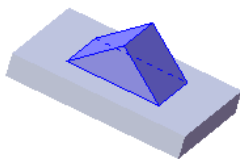
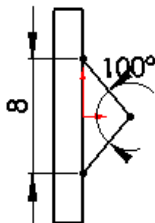

图 7.7.16 凸台-拉伸 2
图 7.7.17 横断面草图
Step3. 创建图 7.7.16 所示的零件特征——凸台-拉伸 2。选择下拉菜单 命令；选取右视基准面作为草图基准面，绘制图 7.7.17 所示的横断面草图；采用系统默认的深度方向，在对话框 **方向 1** 区域的下拉列表中选择 **两侧对称** 选项，输入深度值 5.0；单击 按钮，完成凸台-拉伸 2 的创建。